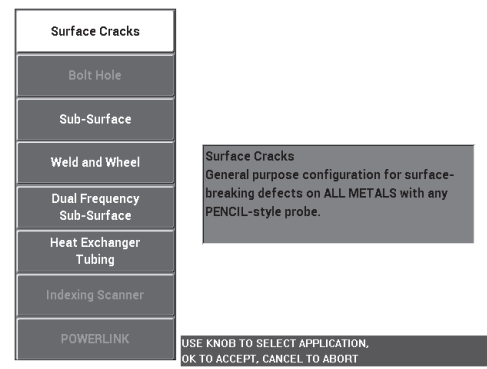

図 5-82 表面欠陥用アプリケーション
2. 設定メニューキー (⚙) を一度押し、続いて**アプリ選択** (A キー) を選択してアプリケーション選択メニューを開きます。ノブを回して**表面欠陥**を選択し、✓ を押してそれを適用します (189 ページの図 5-82 を参照)。
7. 表面からプローブを離し、試験片に再びプローブを接触させ、この動きを繰り返しながら位相キー（) を押し、リフトオフ位相が直角（90°）になるまで調整します（189 ページの図 5-82 を参照）。